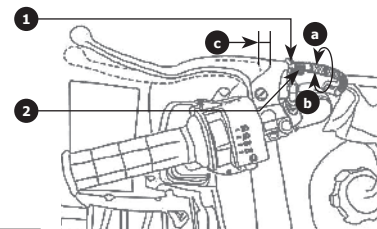

Рис. 84
1. Ослабьте контргайку **1** **Рис. 84.**